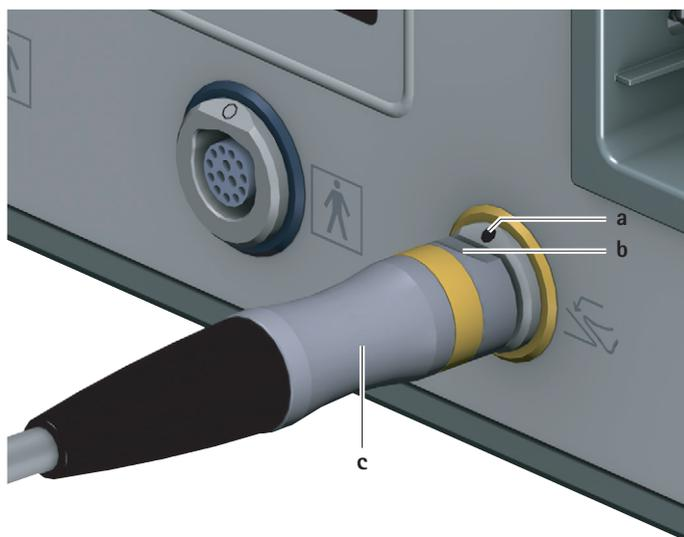

Рис. 2 Подсоединение блока ножного управления
- Выровнять штекер блока ножного управления с так, чтобы маркировка **b** на штекере соответствовала маркировке **a** на гнезде блока ножного управления 6, см. Рис. 2.
- Вытянуть штекер блока ножного управления с из гнезда блока ножного управления 6, см. Рис. 2.